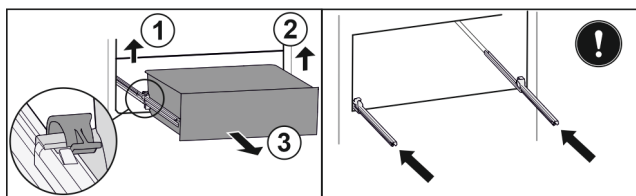

Fig. 96
- ▶ Ridicați clema din stânga și trageți concomitent sertarul din stânga spre înainte. Fig. 96 (1)
- ▶ Ridicați clema din dreapta și trageți concomitent sertarul din dreapta spre înainte. Fig. 96 (2)
- ▶ Extrageți sertarul spre înainte. Fig. 96 (3)